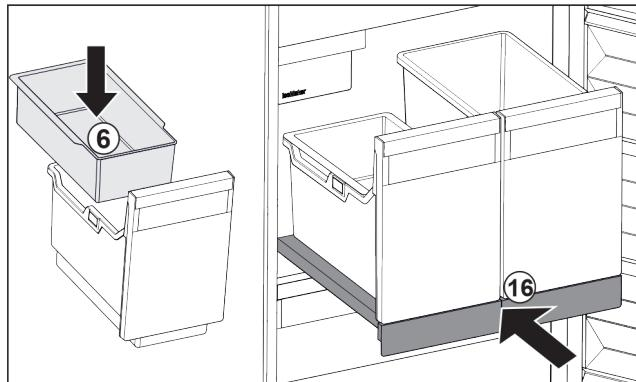

Fig. 106
- ▶ 安装冰块挂盘 Fig. 106 (6)。
- ▶ 将带有容器 (IceTower) 的拉出式搁板推入。Fig. 106 (16)